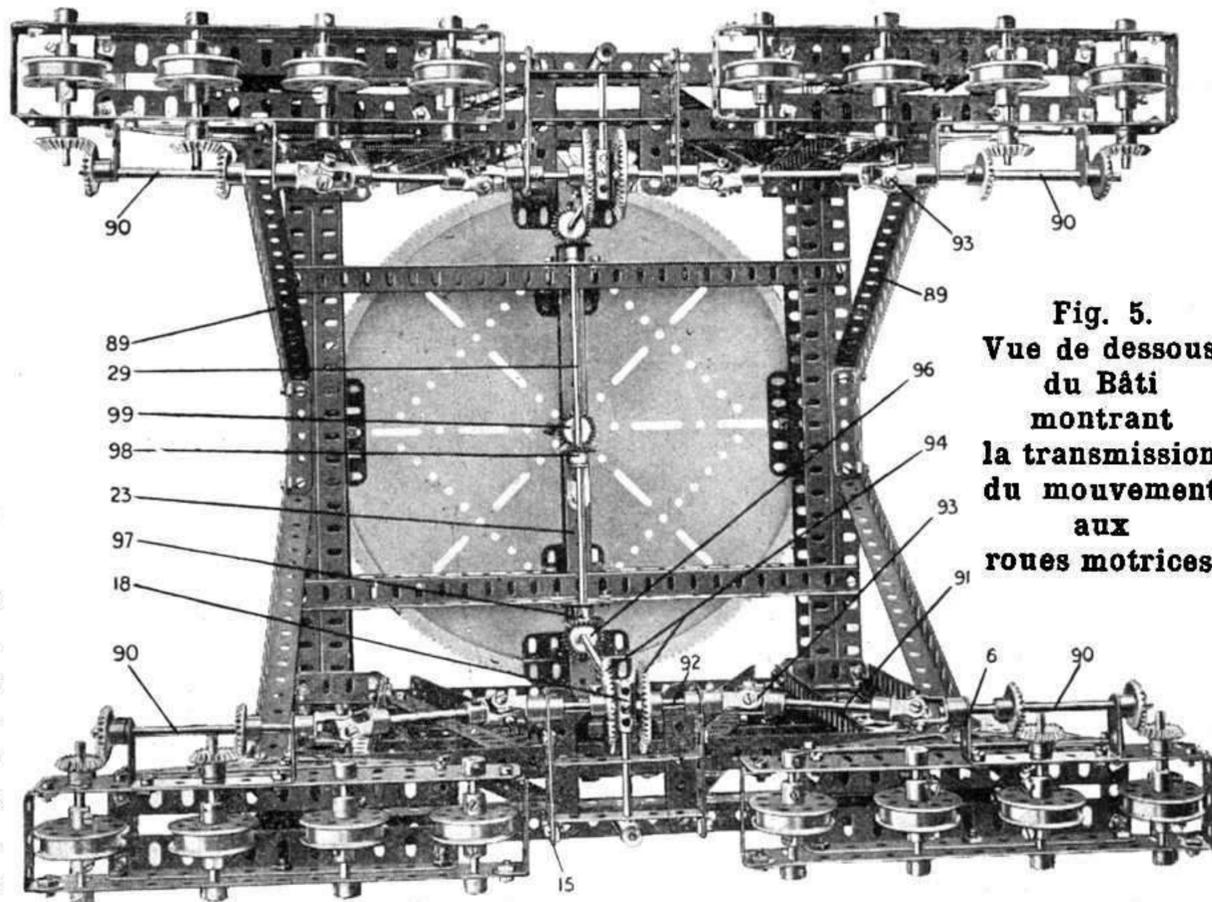
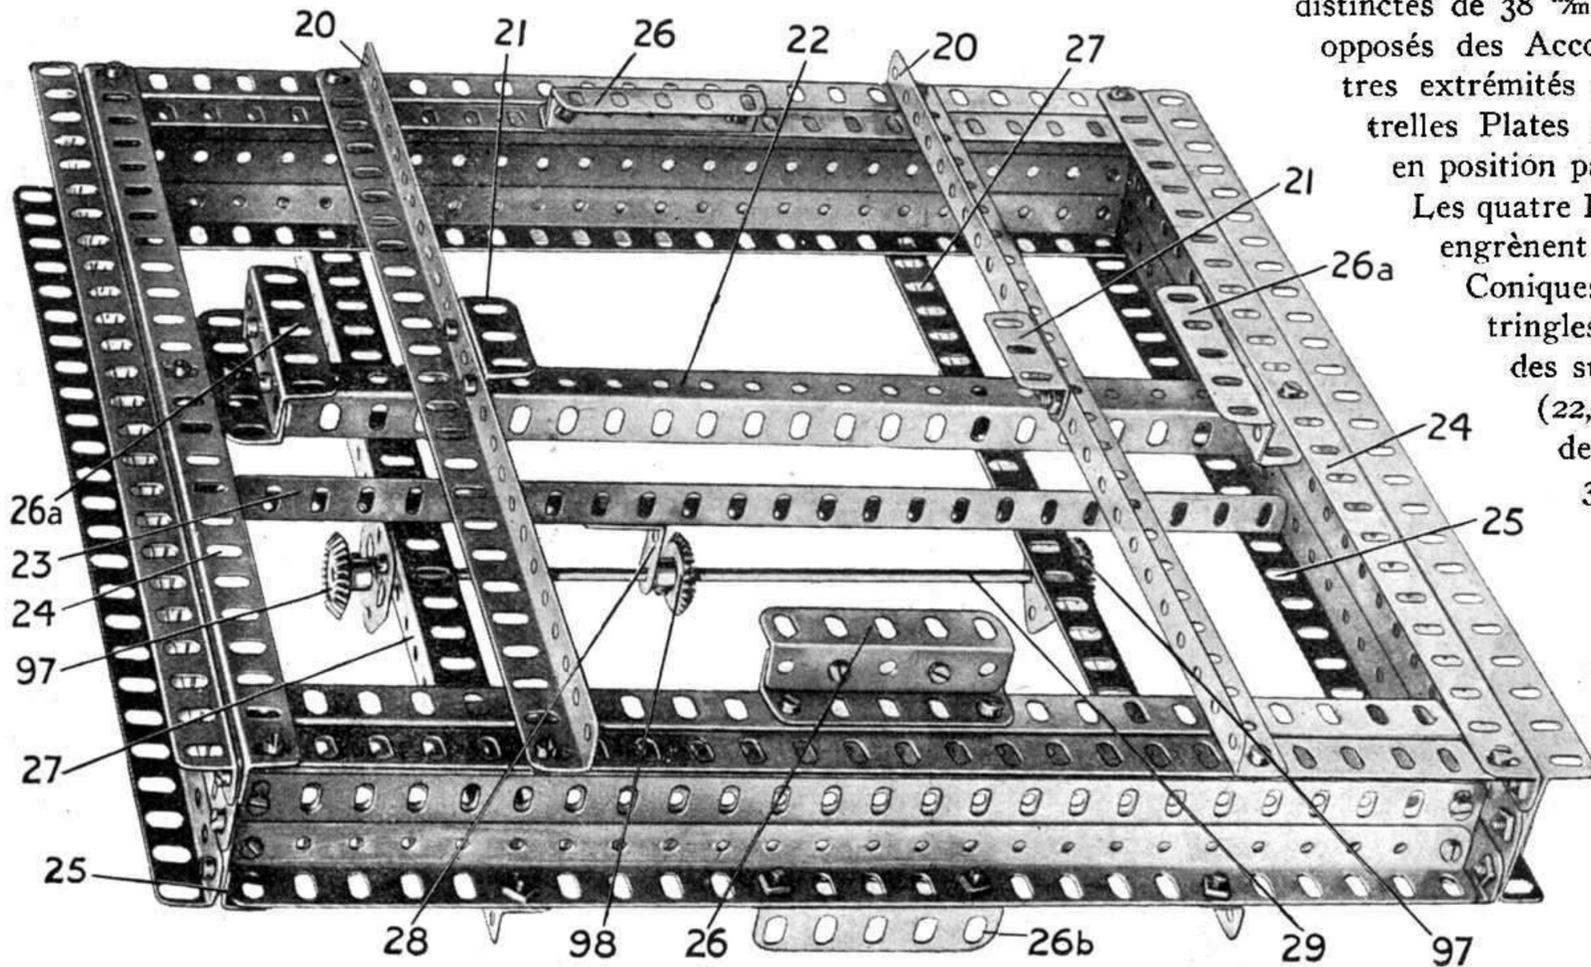

Fig. 5.
Fig. 6. — Sommet du Bâti.
(Fig. 6 et 8)
Commencer à monter cette partie de la grue en construisant tout d'abord quatre Cornières formées chacune de deux Poutrelles Plates de 25 trous, dont les trous ronds chevauchent les trous prolongés des autres dans le sens de la longueur, quatre Cornières de 25 trous étant boulonnées aux deux rebords pour constituer une solive en forme de H. Les quatre solives ou Cornières sont maintenant boulonnées ensemble comme il est montré à la Fig. 6 et forment un châssis rectangulaire. Les deux Cornières de 25 trous (20) boulonnées le long du sommet de ce châssis, portent des Cornières de 3 trous (21) tandis que les Cornières de 25 trous (22, 23) réunissent deux paires de Cornières (24, 25) au centre de ces dernières. Deux cornières de 5 trous (26) sont fixées à des
Cornières semblables boulonnées au châssis rectangulaire, et deux Cornières identiques (26a) sont fixées de façon semblable à la Cornière 22. Une Cornière de 5 trous (26b) peut être vue boulonnée au-dessous de la Cornière dans le plan avant de la Fig. 6, et une pièce semblable doit être montée à l'arrière du châssis. Tout au fond du châssis sont disposées deux Cornières de 27 trous (27) et deux Embases Plates boulonnées au centre de ces Cornières, par l'intermédiaire d'une Equerre de 25×25 mm (28) formant support pour la Tringle de 20 mm (29) sur laquelle trois Engrenages Coniques de 22 mm (97, 98) sont montés dans les positions indiquées.
nectée par un Tringle de 5 ^m/_m (91) et deux Accouplements Universels (93) à un Engrenage Conique de 38 ^m/_m (94) fixé à une Tringle de 38 ^m/_m (92). Les quatre Tringles (92) auxquelles les Engrenages Coniques (94) sont fixés sont quatre Tringles distinctes de 38 ^m/_m pénétrant dans les côtés opposés des Accouplements (18); les autres extrémités pénètrent dans les Poutrelles Plates (15), et sont maintenues en position par des Colliers fixes (95). Les quatre Engrenages Coniques (94) engrenent avec deux Engrenages Coniques de 12 ^m/_m, montés sur tringles qui sont passées dans des supports par des Cornières (22, 23, voir Fig. 6) et dans des Embases (7 b, voir Fig. 3). Ces tringles portent à leurs extrémités supérieures deux Engrenages Coniques de 22 ^m/_m (96) engrenant avec un Engrenage Conique de 22 ^m/_m (97), voir Fig. 5, 6, sur la Tringle (29).